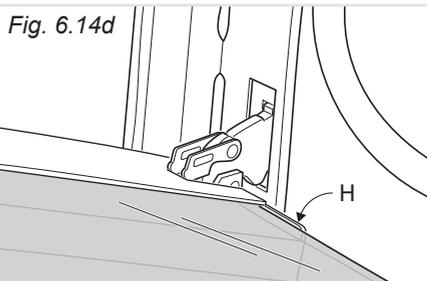

Fig. 6.14d
- Inserire il vetro nelle guide "E" ed "F" (fig. 6.14c) e farlo scorrere dolcemente fino ai fermi "H" (fig. 6.14d).